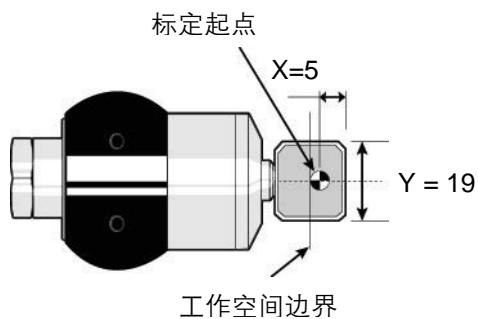

图 3.2 设定 XY 测针
- Xx = 测针宽度（见图 3.2）。
- Yy = 测针宽度（见图 3.2）。
如图 3.2 所示，将标定刀具定位在测针上表面上方 10 mm 处。